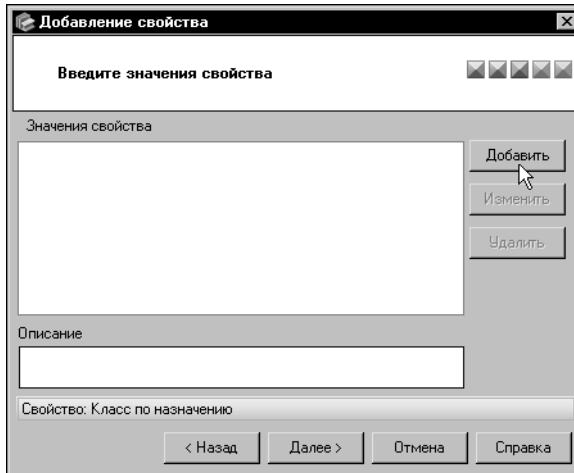

Рис. 6.5. Мастер создания свойства: шаг 3
8. В окне третьего шага мастера задайте значения свойства. Для этого нажмите кнопку **Добавить** (рис. 6.5).